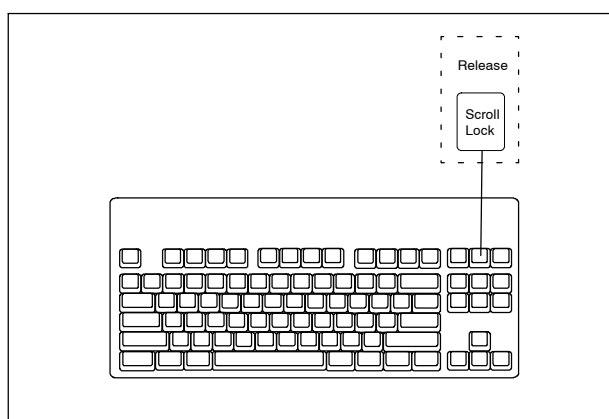

Figura 6.59
1. Pulse la tecla "RELEASE" en el teclado para enviar una imagen al equipo de grabación (ver figura 6.59). La imagen endoscópica se congelará durante el tiempo de disparo determinado en el menú [System Setup] (para la configuración del tiempo de disparo ver apartado "Configuración del tiempo de disparo" en la página 78). El tiempo de disparo termina con una señal acústica y se restablece la imagen en tiempo real.
2. Pulse la tecla "RELEASE" en el teclado para enviar una imagen al equipo de grabación (ver figura 6.59). La imagen endoscópica se congelará durante el tiempo de disparo determinado en el menú [System Setup] (para la configuración del tiempo de disparo ver apartado "Configuración del tiempo de disparo" en la página 78). El tiempo de disparo termina con una señal acústica y se restablece la imagen en tiempo real.